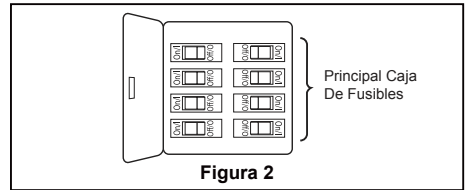

Figura 2
### Uso de perfil profundo (Figura 2)
Debe colgar el ventilador a una distancia mínima de 2,13 m desde las aspas hasta el piso. (Figura 2)
Para evitar una posible descarga eléctrica, asegúrese de cortar la alimentación eléctrica de la caja de fusibles principal antes de alambrado el ventilador. (Figura 2)
2. Instale la ensamble del kit de iluminación en el soporte utilizando las dos ranuras principales de conexión. Vuelva a colocar el tercer tornillo y asegure los tres tornillos. (Figura 2)
2. Restablezca la fuente de alimentación de la toma de corriente encendiendo la electricidad del fusible principal. (Figura 2)